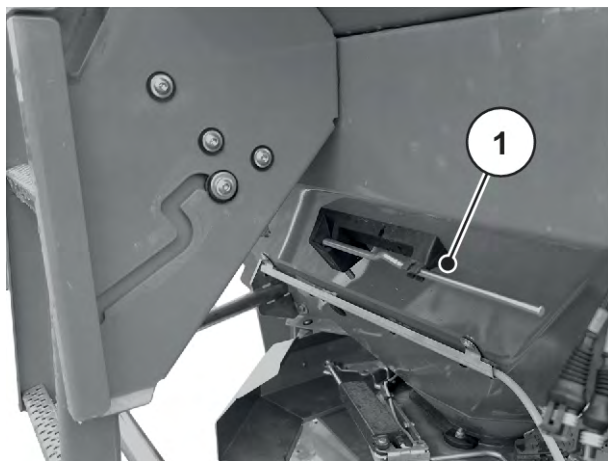

Abb. 26: Lage des Einstellhebels AXIS xx.2
- ▶ Einstellhebel wieder in die dafür vorgesehene Halterung ablegen. Siehe *Abb. 26 Lage des Einstellhebels AXIS xx.2*